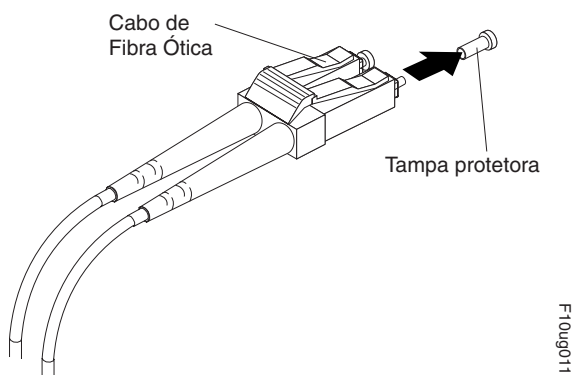

Figura 26. Removendo as Capas Protetoras do Cabo de Fibra Ótica
2. Se necessário, remova a tampa protetora do módulo SFP, como mostra a Figura 26. Guarde a capa protetora para utilização futura.
3. Remova as duas capas protetoras de uma extremidade do cabo LC-LC, conforme mostrado na Figura 26. Guarde a capa protetora para uso futuro.